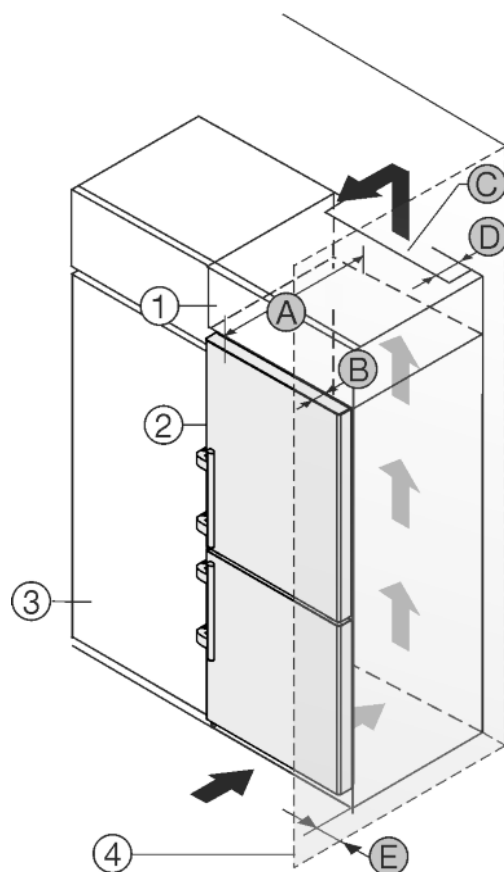

Fig. 50
Spotřebič lze zabudovat do kuchyňských skříní. K vyrovnání spotřebiče Fig. 50 (2) na výšku kuchyňské linky lze na přístroj nasadit nástavec Fig. 50 (1).
Spotřebič lze instalovat přímo vedle kuchyňské skříňky Fig. 50 (3). Aby bylo možné dvířka plně otevřít, musí spotřebič přesahovat o hloubku Fig. 50 (B) vůči přední linii kuchyňské skříňky. V závislosti na hloubce kuchyňských linek a použití vymezovačů odstup od stěny může spotřebič vyčnívat dále.
- Na zadní straně skříňky nástavce musí být větrací šachta hluboká alespoň hloubku Fig. 50 (D)mm přes celou šířku nástavce skříňky.
- Pod stropem místnosti musí být dodržen ventilační průřez Fig. 50 (C).
Pokud je spotřebič se závěsy instalován vedle stěny Fig. 50 (4), musí být dodržena vzdálenost Fig. 50 (E) mezi spotřebičem a stěnou. To odpovídá přesahu madla při otevřených dveřích.